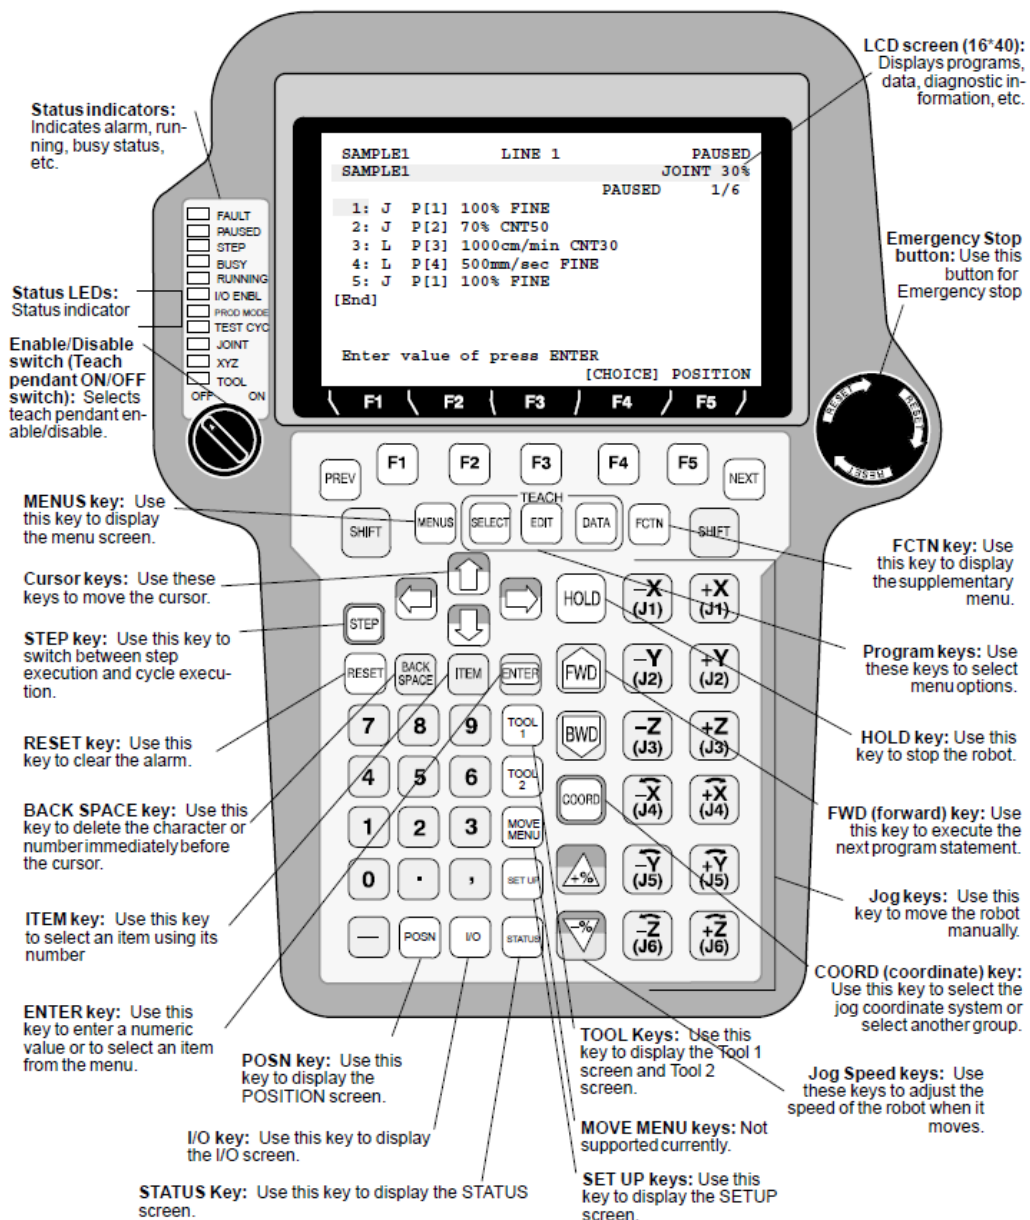

Ilustración 3. Teach Pendant
En esta práctica programaremos el LR Mate 100IB con la pistola de programación (TP) presentada en la Ilustración 3.